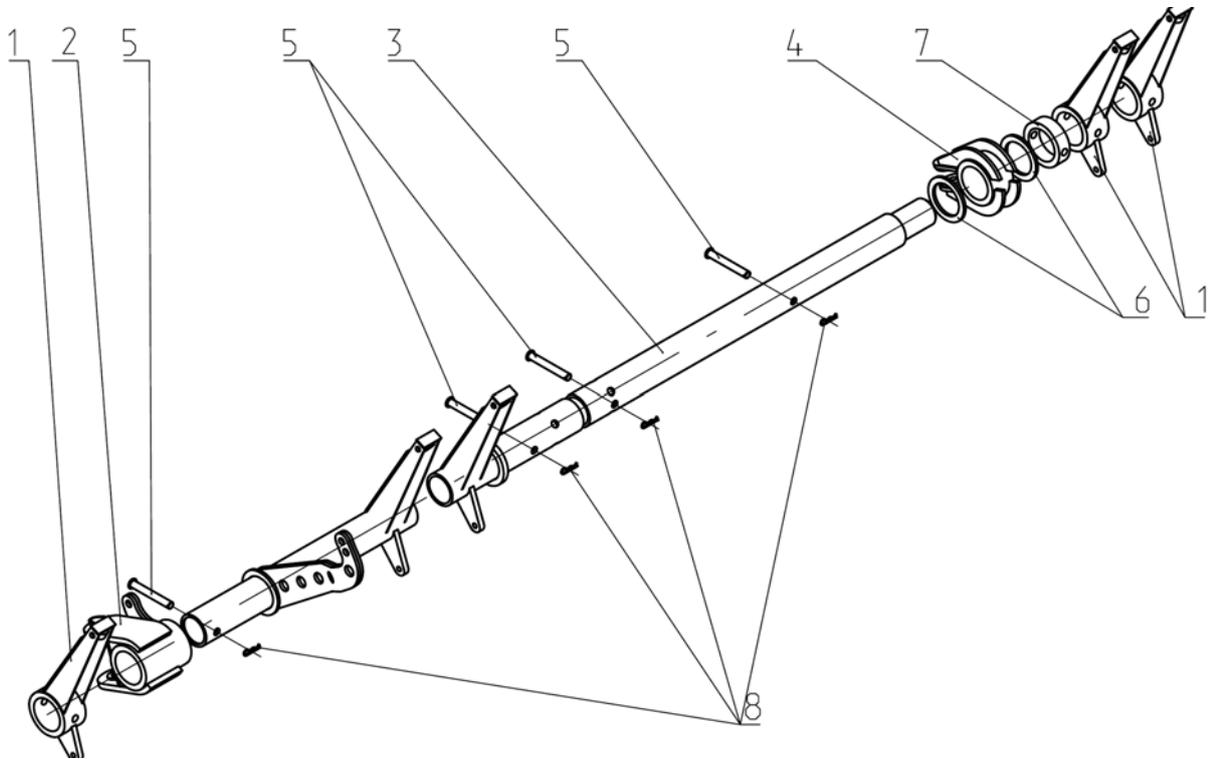
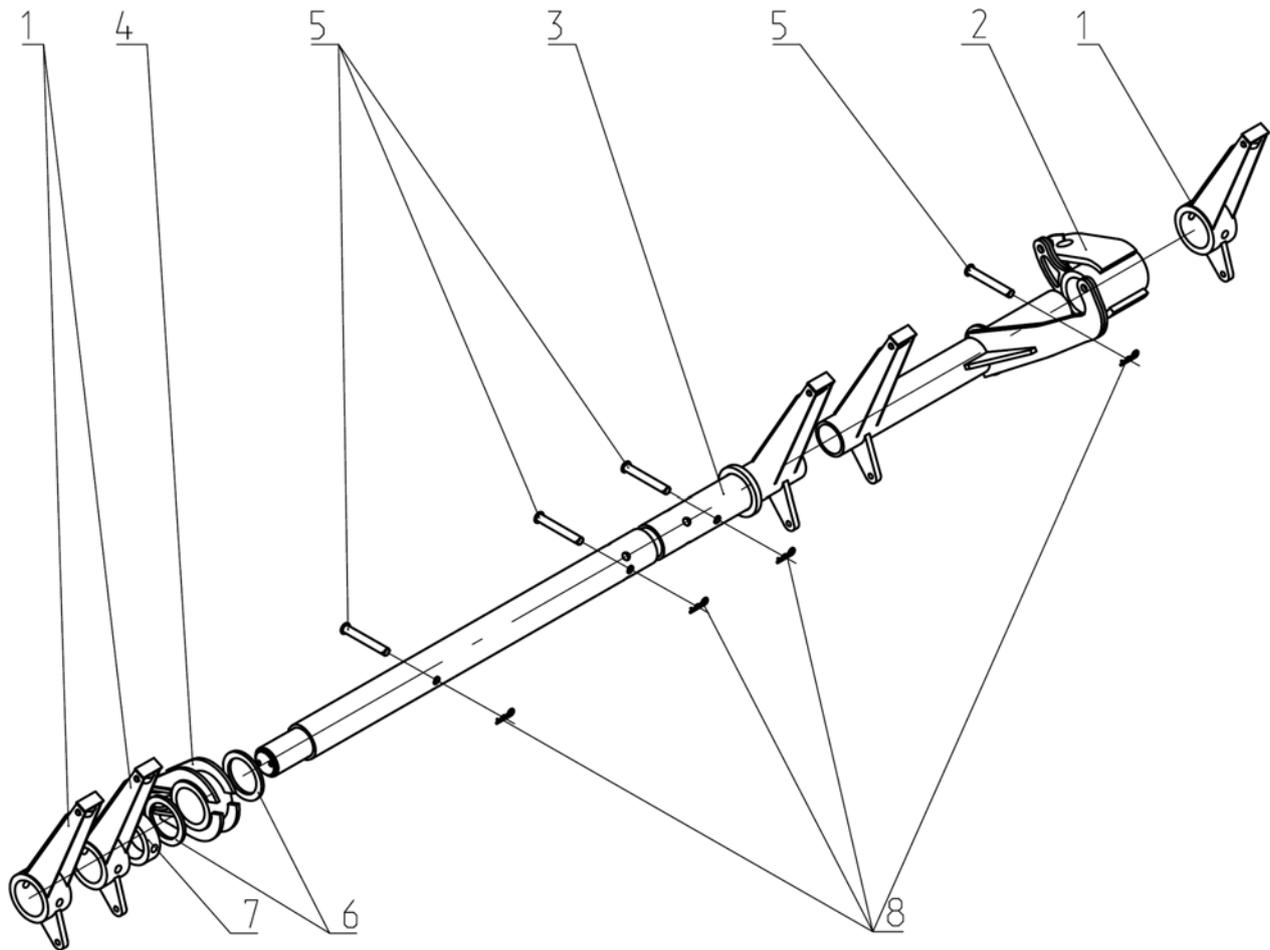
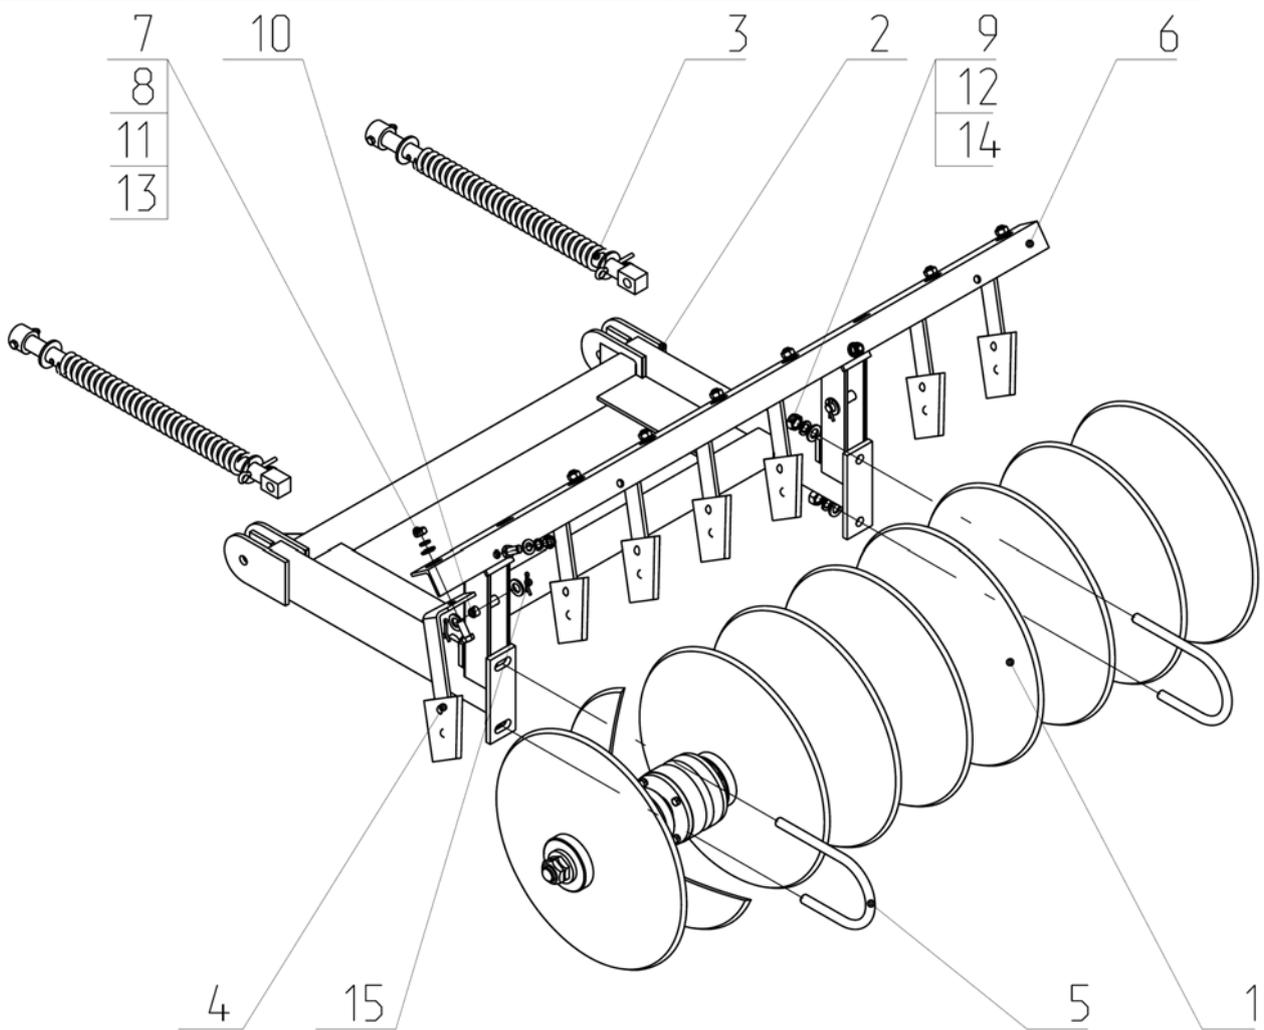

Рис.6. ЛДГ 01.220 Брус правый.
Рис.7. ЛДГ 01.030-01 Брус левый.
Рис.8 ЛДГ 02.010 Секция правая в сборе.
2.17. Брус правый (Рис.6) предназначен для навешивания секций батарей (Рис.8) и перевода их в рабочее положение из транспортного и обратно. Брус правый левым концом присоединяется к снице, а правым к колесной паре.
2.18. В состав бруса правого (Рис.6) входят стойки 1, корпус 2, брус 3, проушина 4, фиксатор 5, шайба 6, кольцо 7 и шплинт пружинный 8. Брус левый (Рис. 7) является зеркальным отражением бруса правого и присоединяется правым концом к секции центральной, а левым к колесной паре.
2.19. Секция правая в сборе (Рис.8) состоит из батареи 1, которая является основным рабочим органом, рамки 2, к которой прикручиваются уголок 6 с чистиками 4.